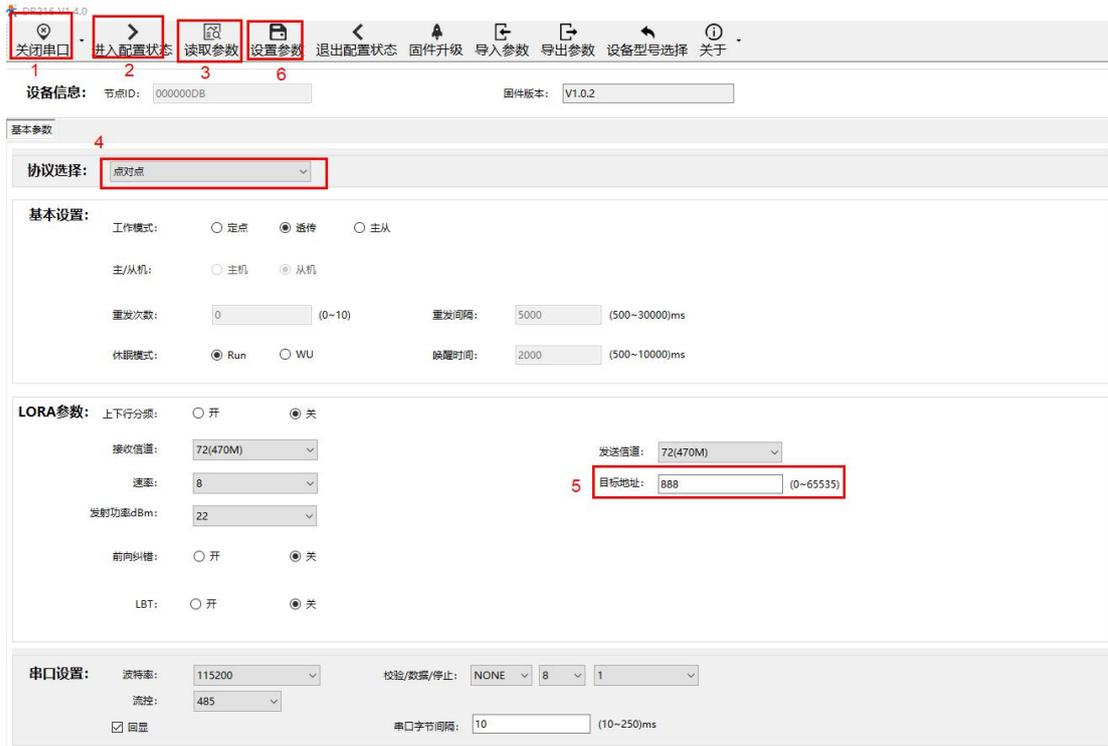

图 1 参数设置
① 使用串口分别将模块 A、B 接入 PC 机
② 打开 LoRa 设置软件（如图 1），选择 DR216，依次执行打开串口(115200,8,1,NONE,NFC)、进入配置状态、选择点对点协议、读取参数、配置上表中的参数、设置参数，成功后关闭 LoRa 设置软件。